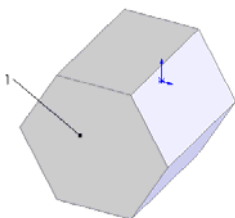

图 5-156 拉伸的图形
③ 拉伸实体。选择菜单栏中的“插入”→“凸台/基体”→“拉伸”命令,将上一步绘制的草图拉伸为“深度”为 60 的实体,结果如图 5-156 所示。
⑤ 设置属性管理器。在“到圆顶的面”一栏中,用鼠标选择图 5-156 中的表面 1,在“距离”一栏中输入值 50,选中“连续圆顶”复选框。